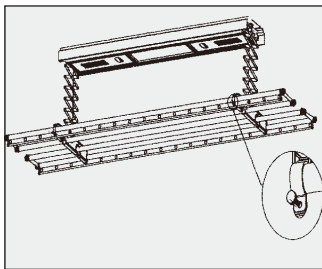

图7
13. 根据晾杆长度和宽度，确保安装完成后晾杆到墙面的距离（图7），宽度方向到墙面的距离 $> 500\text{mm}$ ，长度方向到墙面的距离 $> 300\text{mm}$ 。